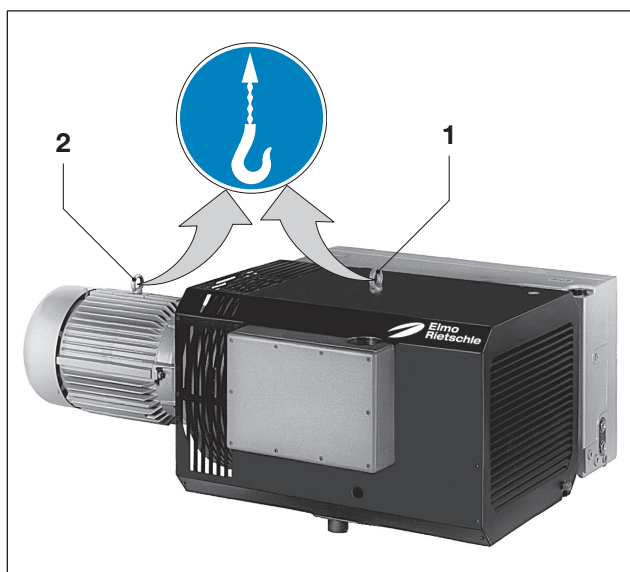

Fig. 1 Elevación y transporte
- b) Para la elevación y el transporte, la máquina se debe enganchar en la armella de la carcasa de la bomba (fig. 1/1) y del motor (fig. 1/2) mediante el equipo de elevación. Si el motor no dispone de una armella se elevará mediante un lazo de cable.